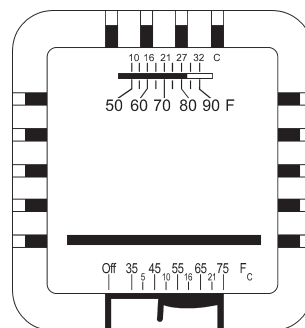

FIGURE 8. COMMANDES DU THERMOSTAT
- B. Réglez le thermostat à la position OFF (fermé). Voir la figure 8.